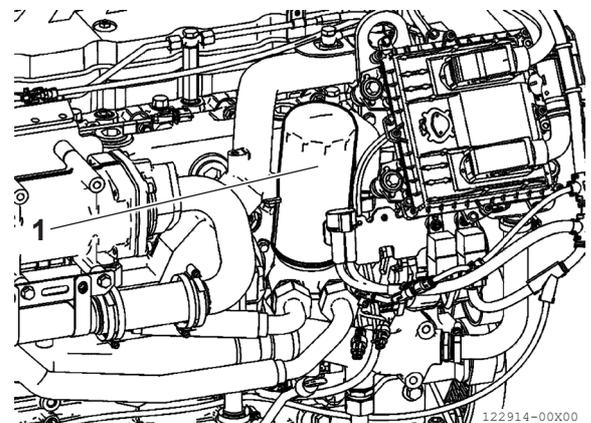

Abbildung 8
- Stellen Sie einen Behälter unter die Filterstütze (**Abbildung 8, [1]**), um das verbrauchte Öl aufzufangen.